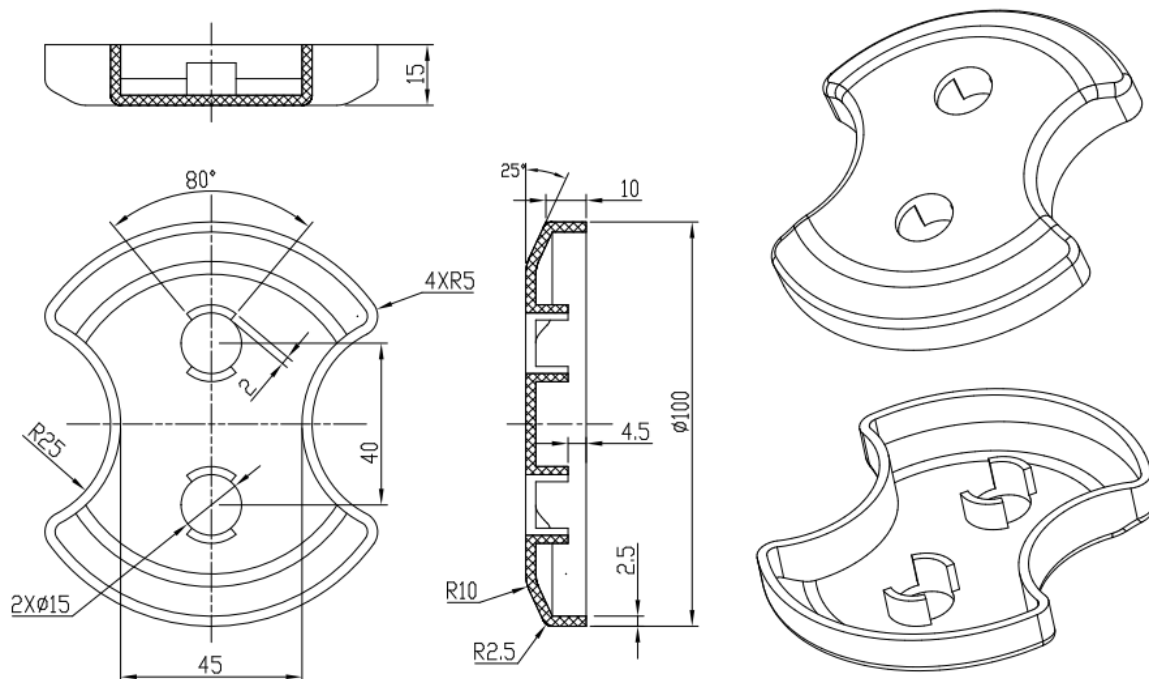

图3-2月牙盖
按照图3-2的要求，对月牙盖零件进行产品造型、结构设计与3D打印。塑件材料：**ABS**。技术要求：
(1) 在F盘下建立考生文件夹，文件夹名称为考生准考证号。产品零件设计的结果文件保存于此文件夹中。
(2) 根据图3-2对产品进行造型，并对内部结构进行设计，文件名称为CPSJ3DDY
(3) 对产品设计的结果文件进行3D打印
(4) 对打印的零件进行后处理（含去支撑、粘接等）